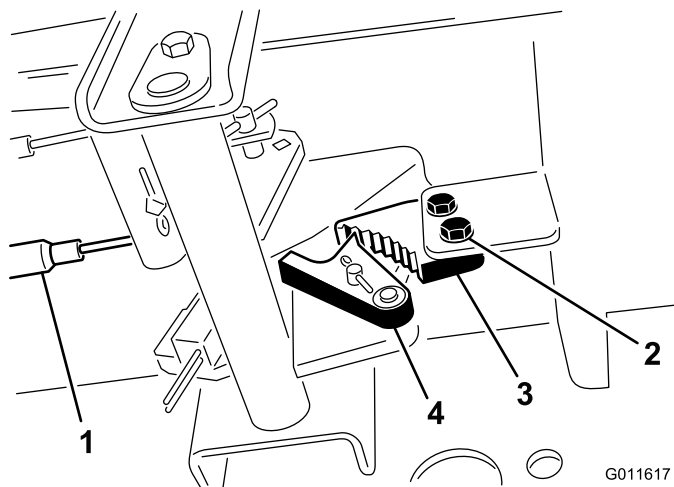

Figure 37
1. Desserrez les 2 vis qui fixent le cliquet du frein de stationnement au cadre (Figure 37).
2. Appuyez sur l'avant de la pédale du frein de stationnement jusqu'à ce que le verrou s'engage complètement sur le cliquet du frein (Figure 37).